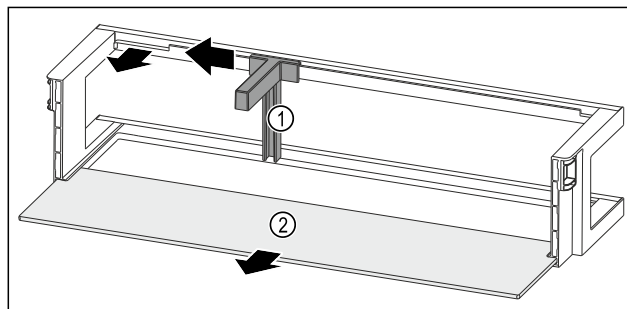

Fig. 90 Dveřní přihrádka s držákem lahví a odkládací plochou
- ▶ Držák lahví Fig. 90 (1) posuňte na stranu až k vybrání.
- ▶ Držák lahví Fig. 90 (1) odeberte.
- ▶ Odkládací plochu Fig. 90 (2) odeberte.